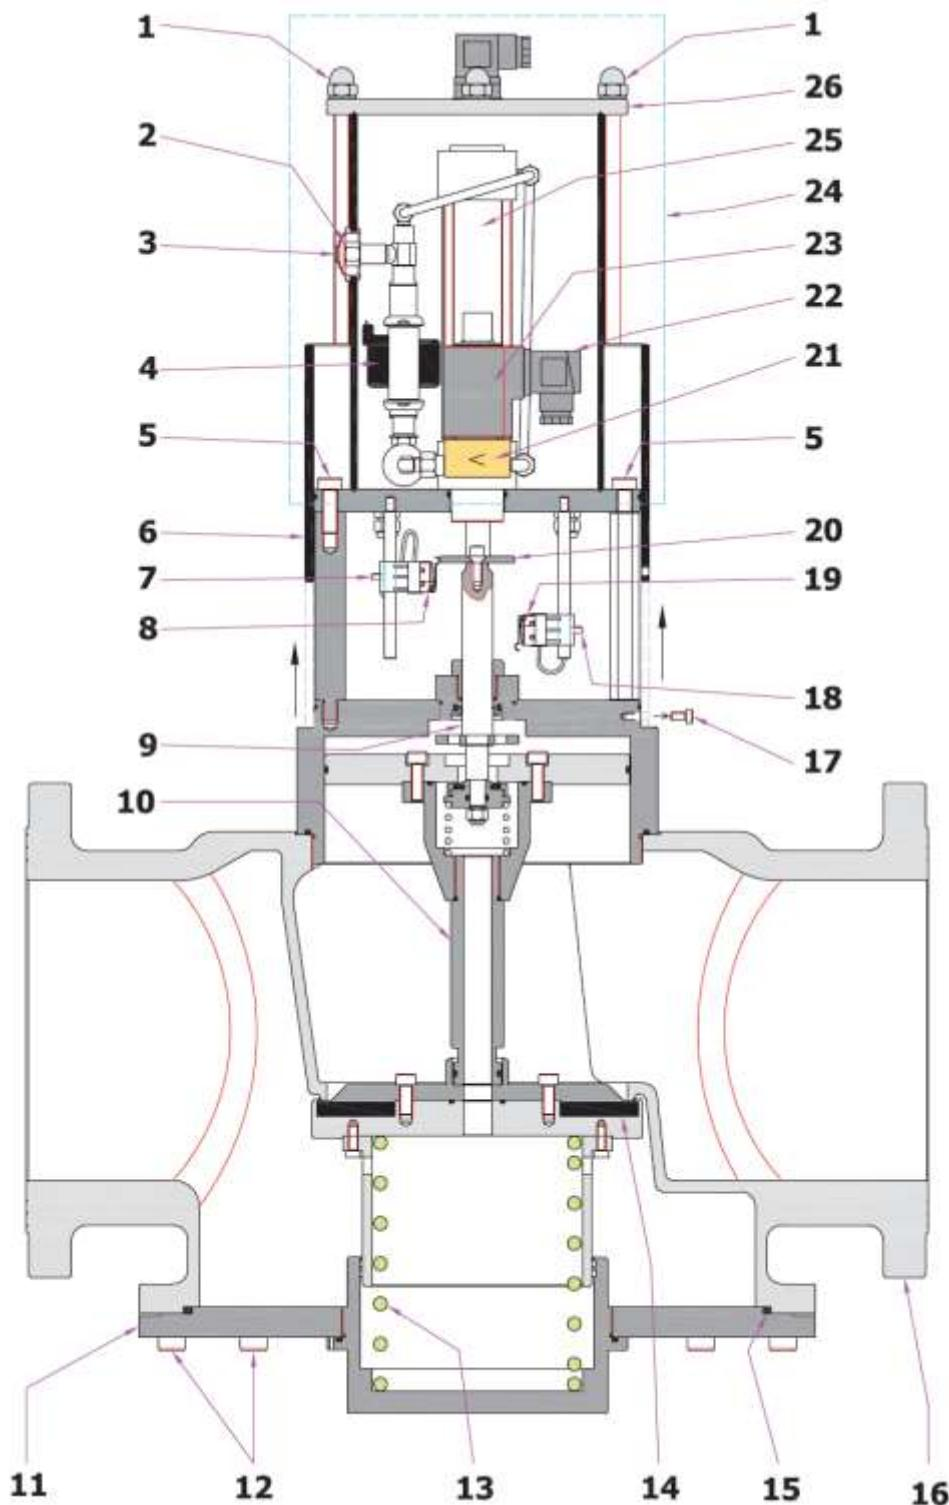

Рис. 2
- Вывернуть крепежные винты (5).
- Снимите механизм гидропривода (24)
- Установить новый гидропривод (24) таким же образом, что и предыдущий, и закрепить его с помощью винтов (5).
- Установить микропереключатель (8) и (19) в исходное положение (как на рис. 2).
- Установить микропереключатель (8), в такое положение, чтобы при закрытом клапане диск (20) замыкал контакт (см. рис. 2).
- Для регулирования расхода микропереключателем (19), необходимо следовать инструкциям в разделе "РЕГУЛИРОВКА".
- Установить обратно защитный кожух (6) и закрепить винтами (5).